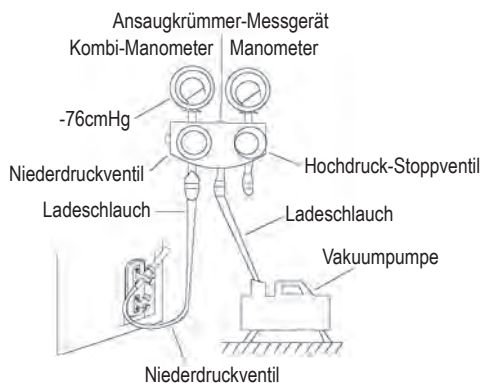

Abb. 8.1
2. Entfernen Sie die Abdeckung der elektrischen Teile von dem Außengerät. Wenn es am Außengerät keine Abdeckung gibt, nehmen Sie die Schrauben der Wartungsplatte ab und entfernen Sie die Schutzplatte. (Siehe Abb. 8.1)